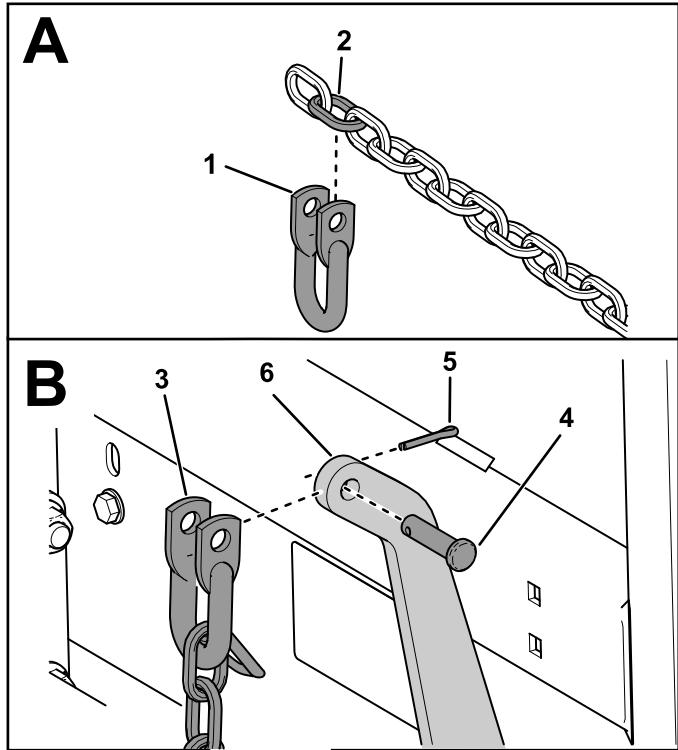

Figure 9
- Accrochez le deuxième maillon des longues chaînes de levage arrière au sommet du cadre de levage au moyen des manilles, des axes de chape et des goupilles fendues (Figure 9).